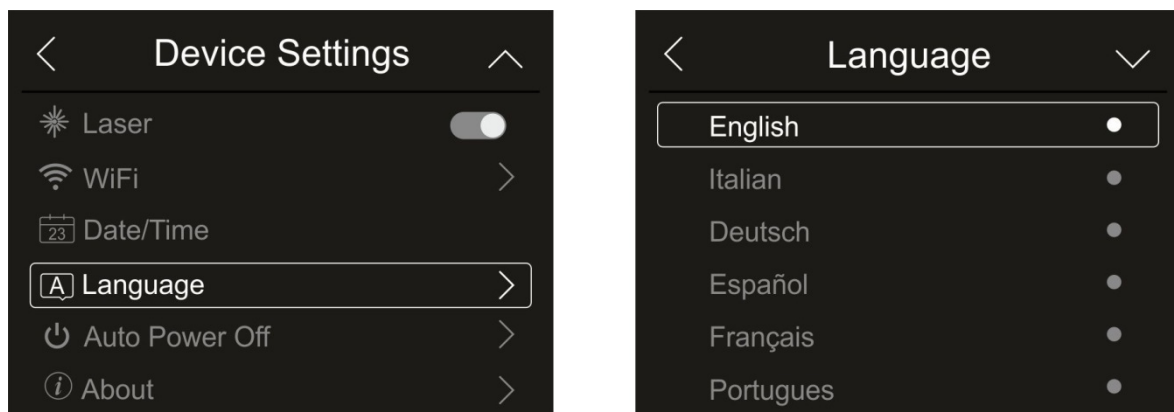

Fig. 20: Sélection de la langue du système
1. Touchez l'élément «Language» pour définir la langue du système. La page-écran de la Fig. 20 – partie droite s'affiche à l'écran :